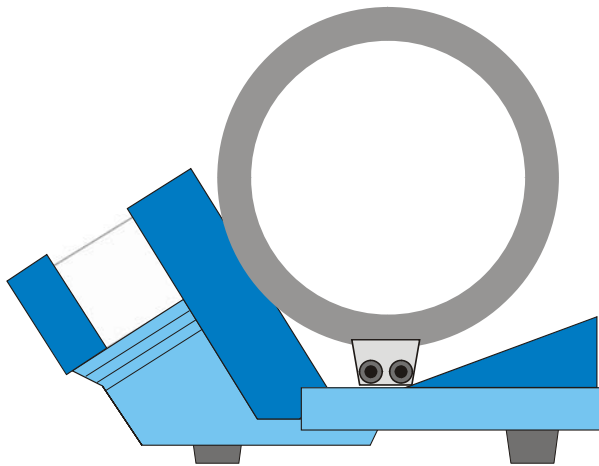

Fig. 1 Montaje de las bobinas para un campo transversal
- Cuando se trata de la geometría de Helmholtz, esto es, $d = r$, el canto exterior de la base de la bobina se alinea con las líneas discontinuas (véase fig. 1).